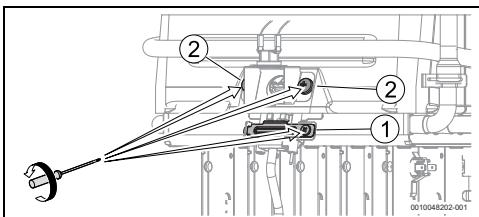

Fig. 19
- ▶ Retirer les vis qui maintiennent le raccord-union de la veilleuse, fig. 19, [1].
- ▶ Retirer les vis qui maintiennent le raccord-union de l'appareil de commande pour la chambre de combustion, fig. 19, [2].